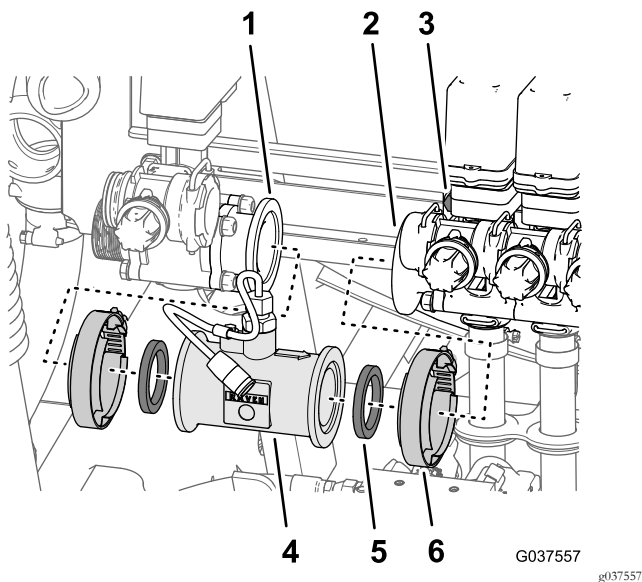

Bild 38
1. Entfernen Sie die zwei Flanschklemmen, mit denen das Durchflussmessgerät an den Flanschen des Rührwerk-Regelventils und dem linken Auslegerabschnittventils befestigt ist (Bild 38).
2. Nehmen Sie die zwei Dichtungen und das Durchflussmessgerät von der Maschine ab (Bild 38).
Hinweis: Lösen Sie ggf. die vier Bundkopfschrauben und die vier Sicherungsbundmutter, mit denen die drei Auslegerabschnittventile an der Ventilstütze befestigt sind (Bild 38).